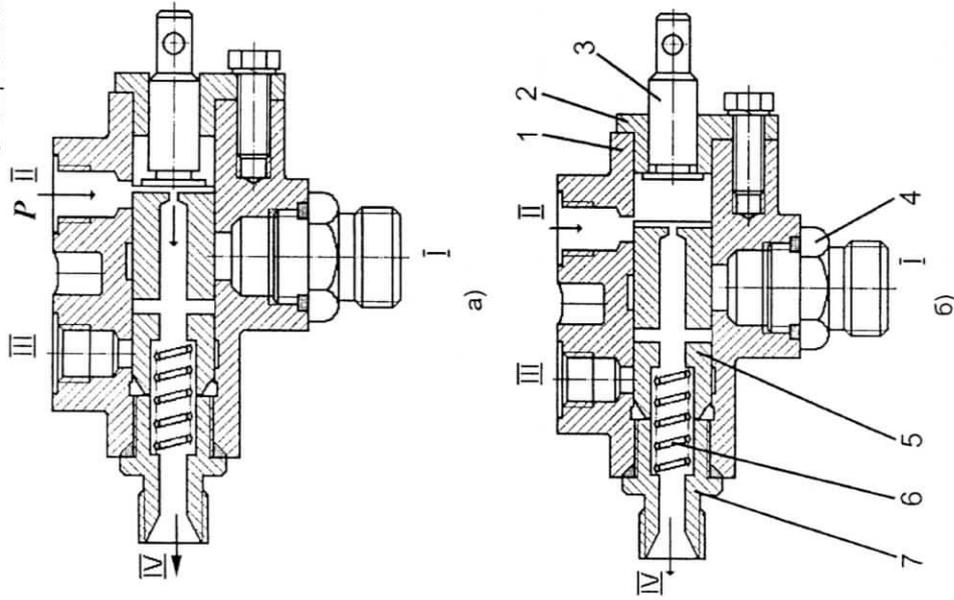

Рисунок 1.28 - Расположение элементов распределителя колпителя в режиме «Закрытие клапана колпителя»:
**Работа распределителя копнителя в режиме «Закрытие клапана копнителя» (рисунок 1.28).**